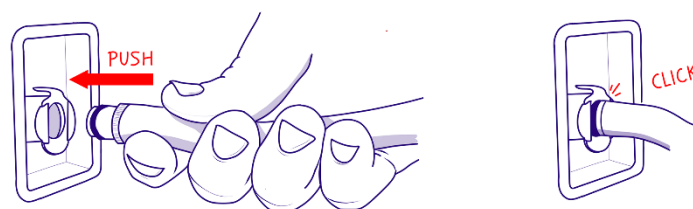

Figura 6 – Kit di svuotamento vasca
4. Collegare il kit di svuotamento vasca fornito in dotazione alla valvola di svuotamento vasca posto nella parte frontale dello strumento (vedi figura 6).